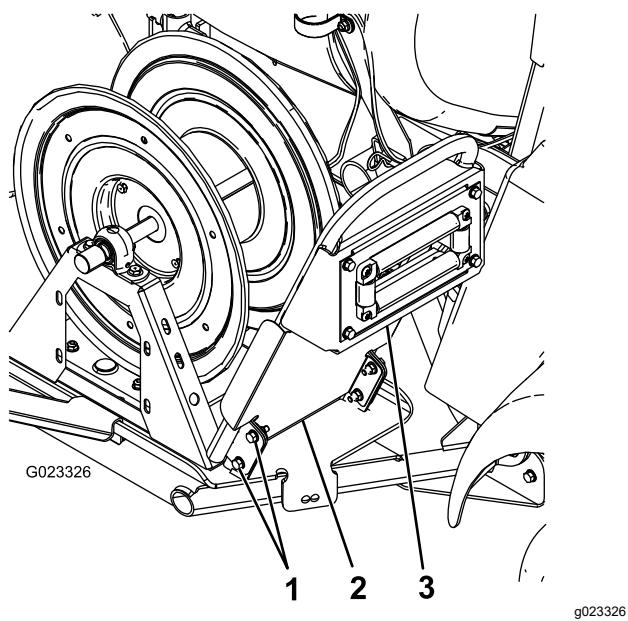

Рисунок 11
5. Прикрепите, не затягивая, ручку к поворотной пластине с помощью 4 болтов (5/16 дюйма) (Рисунок 11).
6. Прикрепите грязезащитный щиток и ручку к поворотной пластине с помощью болтов, установленных при выполнении действий, описанных в пункте 5, и 4 фланцевых гаек (5/16 дюйма) (Рисунок 11).